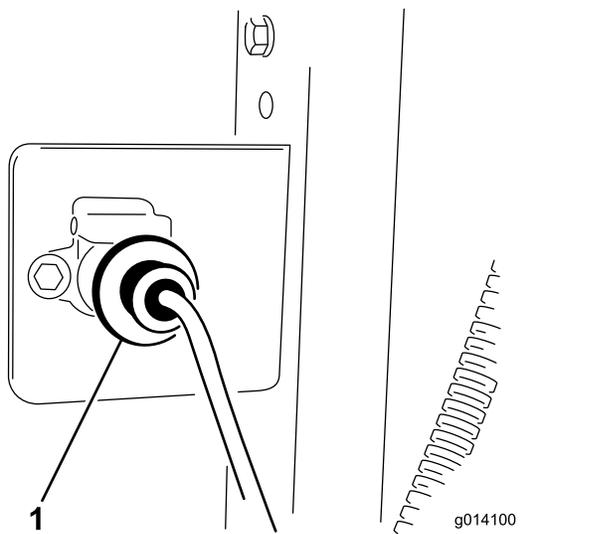

図 10
3. ワイヤハーネスのソケットをブラケットに固定するボルト¼ x 1"2本とナットを使用する 図 10。
5. ベースユニットのワイヤハーネスを牽引車両のワイヤハーネスに接続する 図 10。コネクタは、牽引車両に取り付けた油圧ホースの間にある。